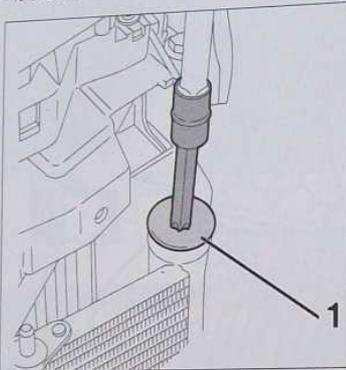

FIG. 14
- Nettoyer à proximité du bouchon (1) (Fig.14).